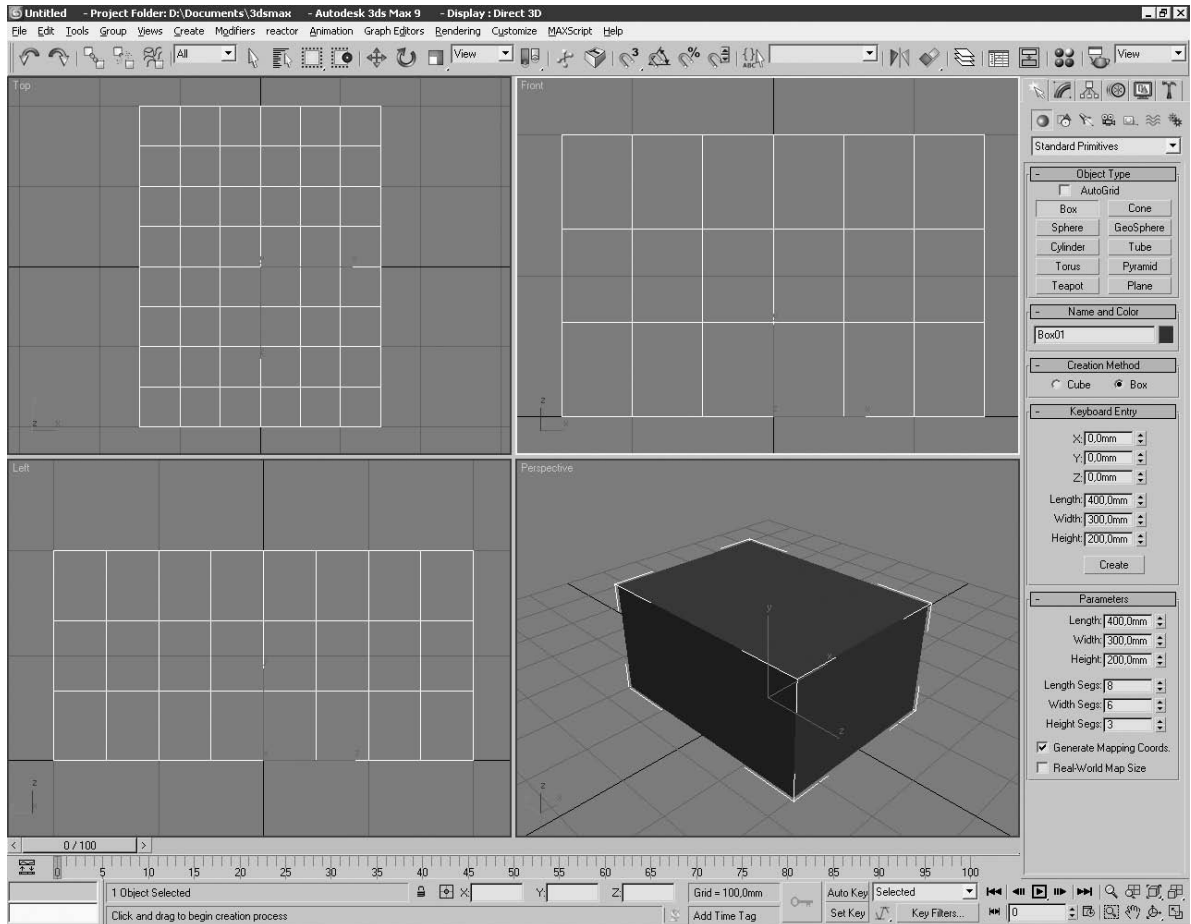

Рис. 4.1
1. На вкладке Create (Создать) командной панели (Command Panel), расположенной по умолчанию в правой части окна программы, следует нажать кнопку Geometry (Геометрия) и в раскрывающемся списке Object Type (Тип объекта) выбрать Standard Primitives (Стандартные примитивы). В свитке Object Type (Тип объекта) нажать кнопку Box (Параллелепипед). Удобнее всего ввести размеры создаваемого объекта в миллиметрах с клавиатуры, пользуясь свитком Keyboard Entry (Ввод с клавиатуры), и нажать кнопку Create (Создать) — появится новый объект (рис. 4.1). Количество сегментов создаваемого примитива задается счетчиками свитка Parameters (Параметры).